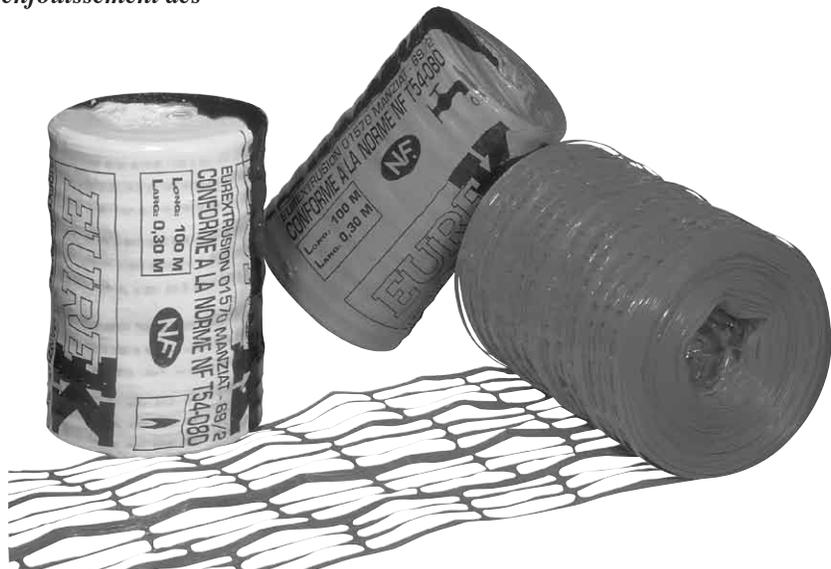

Figure 260 : Grillage avertisseur en plastique
- les canalisations enterrées doivent être signalées par un grillage avertisseur en matière plastique de couleur rouge (figure 260) placé au moins à 0,20 m au-dessus d'elles. Le grillage n'est pas obligatoire avec les conduits TPC rouges (vert pour les télécommunications).